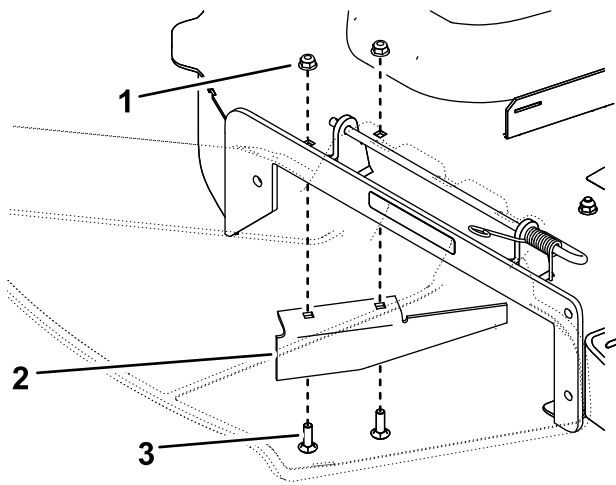

Figure 8
- 1. Retirez les 2 boulons et les 2 écrous qui fixent le déflecteur d'éjection existant sur le plateau de coupe, et déposez le déflecteur (Figure 8).